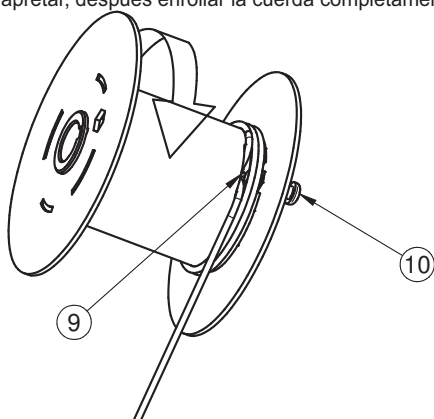

Fig. 4.5
5) Enrollar dos espiras completas, manteniendo la cuerda en contacto con el tambor, después crear un asa e introducirla en la ranura del tambor (Ref.9 Fig.4.5), apretar a fondo el tornillo Ref.10 Fig.4.5 para que pase por el interior del asa, aplicar fijador de roscas medio en el tornillo y apretar, después enrollar la cuerda completamente.